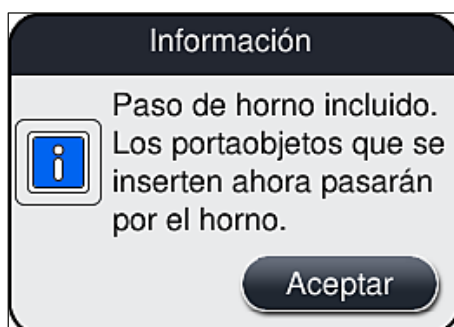

Fig. 37
3. Aplique el ajuste pulsando el botón **Guardar** (→ Fig. 33-5) y tenga en cuenta el siguiente mensaje de información (→ Fig. 37) que debe confirmar con **Aceptar**.